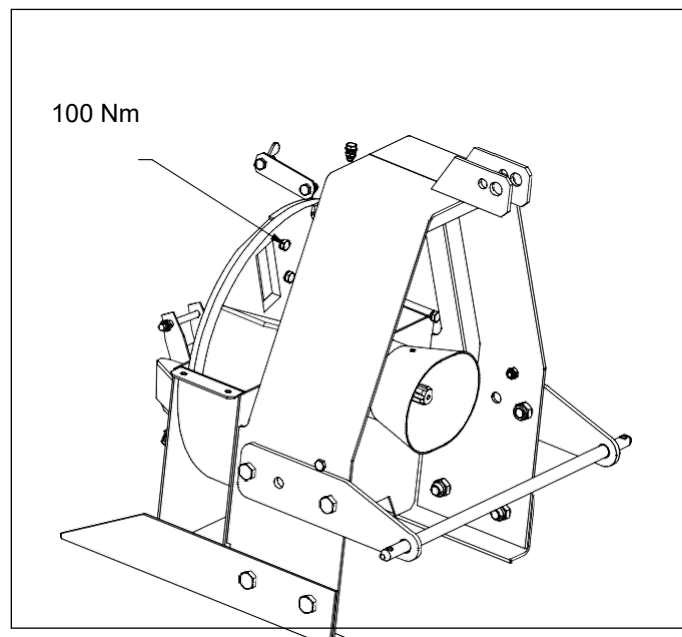

Fig. 12. Fjerne knivfesteboltene
1. Fjern knivfesteboltene (M12). Vri skiftenøkkelen på en slik måte at hendene dine ikke vil treffe kniven hvis skiftenøkkelen skulle glippe. Fig. 12.